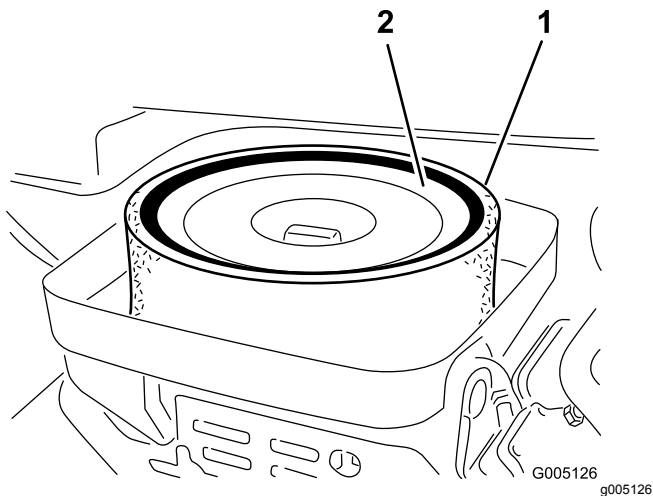

Figure 37
3. Enlevez l'écrou à oreilles qui fixe les éléments au boîtier du filtre à air (Figure 37).
4. Si l'élément en mousse est encrassé, sortez-le de l'élément en papier (Figure 37). Nettoyez-le soigneusement comme suit :